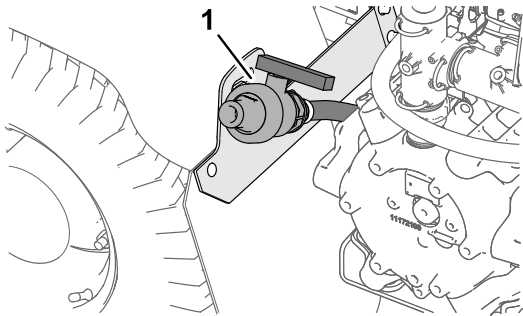

Figure 52
2. Trouvez l'emplacement du robinet de vidange de la cuve sur l'aile arrière gauche de la machine (Figure 52).